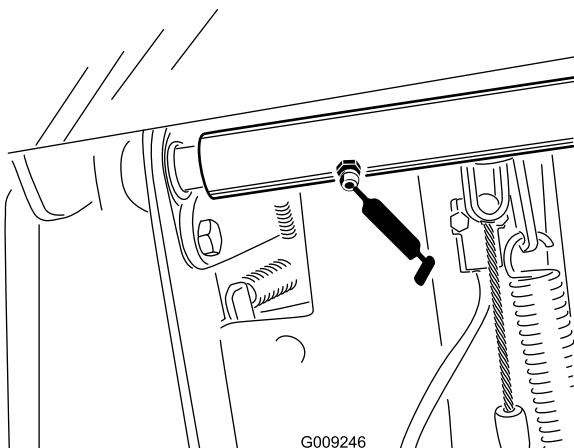

Figura 35
- Bielas do veio de articulação do pedal de travão (2) (Figura 35)